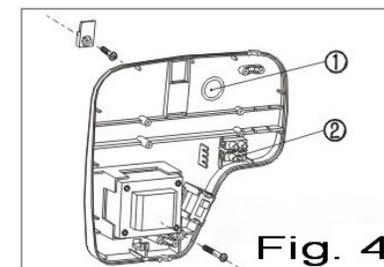

Fig. 4
- 4 Das in Fig. 4 mit 1 markierte Plastikteil herausbrechen um Platz für das Installationskabel zu haben. Das Installationskabel von der Wand durch das Loch ziehen und die Rückplatte des Halters über den Plastikbeschlag zwecks Fixierung ziehen. Das Installationskabel am Verteiler anschließen (markiert mit 2 in Fig. 4). Und die Einheit fest mit den beigelegten Schrauben an die Wand schrauben.